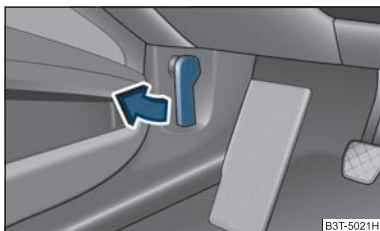

Fig. 180 Maneta de deblocare a capotei motorului
- Trageți maneta de deblocare de sub bord, pe partea șoferului ⇒ fig. 180.
- Deblocați capota motorului ⇒ fig. 180.